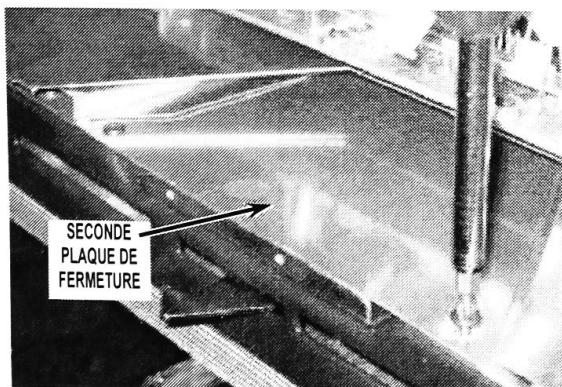

Figure 2
- Ôter les 2 vis qui sont maintenant exposées. (Voir Figure 2).